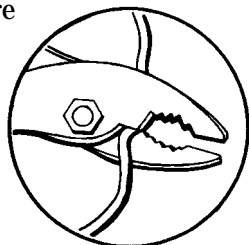

Fig. 12
- Use them to bend or cut wire or to straighten a bent nail (Fig. 12).
- Use las pinzas para doblar o cortar alambre o para enderezar un clavo doblado (Fig. 12).